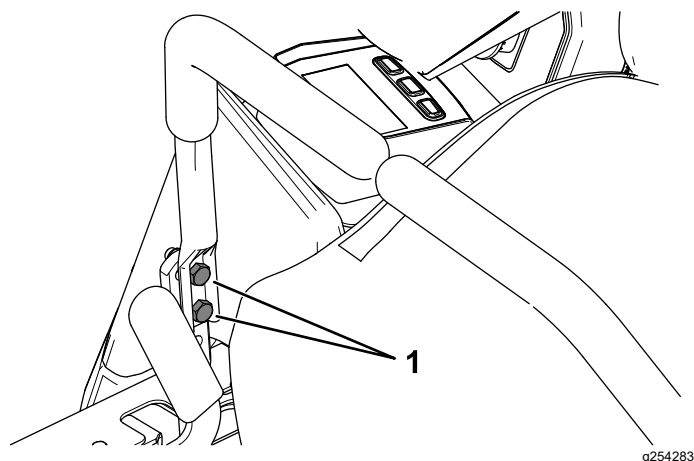

Figura 53
10. Se for necessário alinhamento, desaperte os dois parafusos de montagem das alavancas de controlo de movimento do lado desalinhado (Figura 53).
12. Aperte os dois parafusos de montagem das alavancas de controlo de movimento (Figura 53).